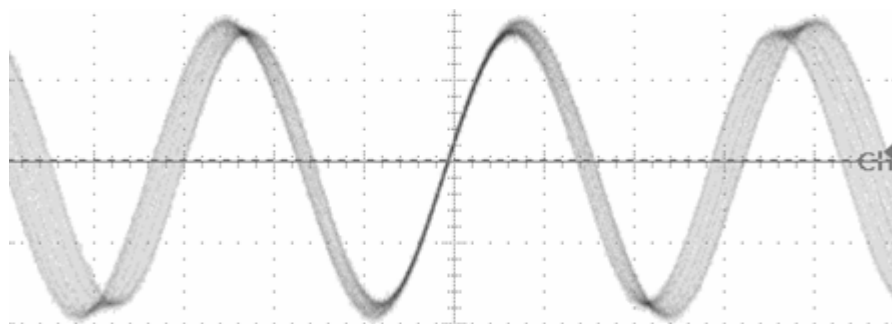

Рис. 4. Центральная частота: 8.2МГц, Vp-p: 40~70В
- Проверьте TP7, это контрольная точка выходного sweep сигнала передатчика. Подключите щуп осциллографа к TP7 и подключите землю к GND на TX плате. Настройте с помощью потенциометра R15 центральную частоту, должна быть 8.2 МГц. С помощью потенциометра VR23 настройте амплитуду таким образом, чтобы значение было в пределах 40В-70В. Форма сигнала может немного измениться в зависимости от типа антенны; амплитуда всего частотного диапазона не должна изменяться больше чем 20%. Форма выходящего сигнала представлена на Рис. 4.